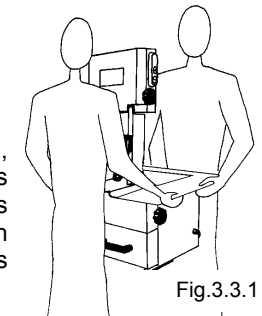

Fig.3.3.1
- Desplazar la **SO 2020 de Mesa** por lo menos entre dos personas cogiéndola desde el plano de trabajo (Fig. 3.3.1) ya que la misma tiene una masa de 57 kg.